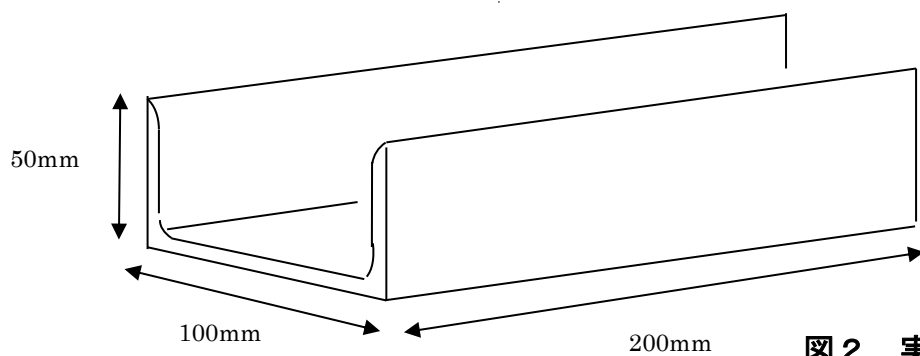

図 2 実技材台の形状
- (6) 溶接による変形は、逆ひずみ法によって防ぐものとする。
- (7) エンドタブは使用禁止とする。又、捨て金を使用して連続溶接を行ってはならない。
- (8) 実技材台は、主催者が準備したものを使用すること(P2の図2を参照)。
- (9) 練習材は、作業台に準備されている実技材台を使用し、練習を行ってもよい。
- (10) 溶接は、タック溶接(仮付)部を除いて片面溶接とし、裏面から溶接をしてはならない。
- (11) 溶接方向は、左進、右進又はそれらの混用のいずれでもよい。ただし、1パス中の混用は認めない。
- (12) 溶接層数及びパス数は自由とする。
- (13) 溶接中及び溶接後において、変形の矯正は禁止する。
- (14) たがねは、スラグやスパッタを取るために使用するのはいいが、溶接金属をはつき取る目的で使用してはならない。